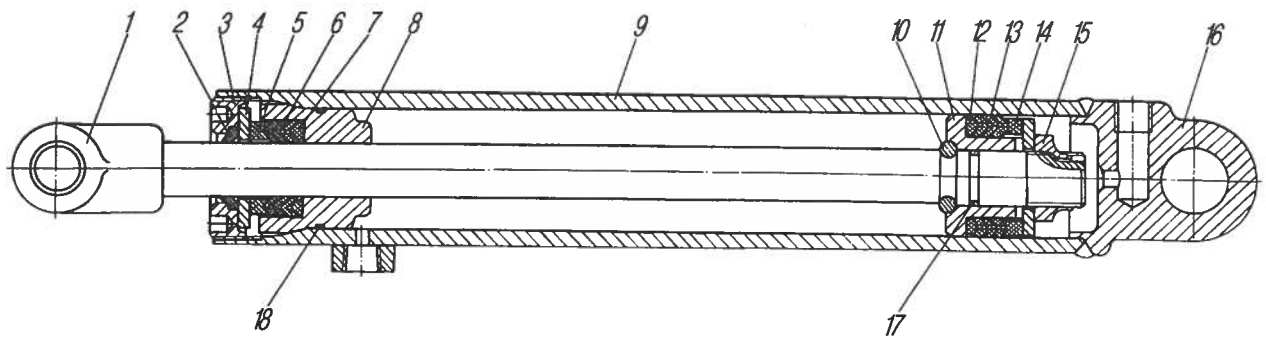

Рис. 119. Гидроцилиндр закрывания боковых бортов платформы:
**Гидроцилиндр закрывания боковых бортов платформы автомобиля Урал-5557-40.** Стакан 9 гидроцилиндра (рис. 119), изготовленный из трубы с одной стороны имеет приварное днище 16, а с другой стороны закрыт крышкой 8, подтянутой гайкой 3, в проточке которой установлен грязесъемник 2. Наружный диаметр крышки уплотняется резиновым кольцом 18, а внутренний — манжетами 6 шевронного уплотнения.